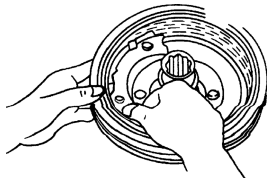

图 3-176 检验制动摩擦片和制动鼓
3) 检验制动摩擦片和制动鼓是否接触良好, 如图 3-176 所示。**注意: 鼓式制动器每 20000km 或 1 年更换或检查一次。**